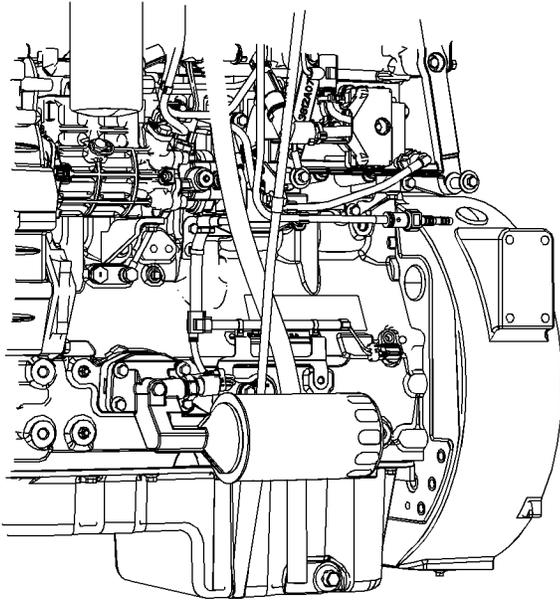

Abbildung 45
**Anmerkung:** Einige Ölfilter können horizontal eingebaut werden. Siehe Abbildung 45. Dieser Typ von Ölfilter kann vor dem Ausbau entleert werden. Bei Schritt 1 beginnen, um den Ölfilter aus- und einzubauen.